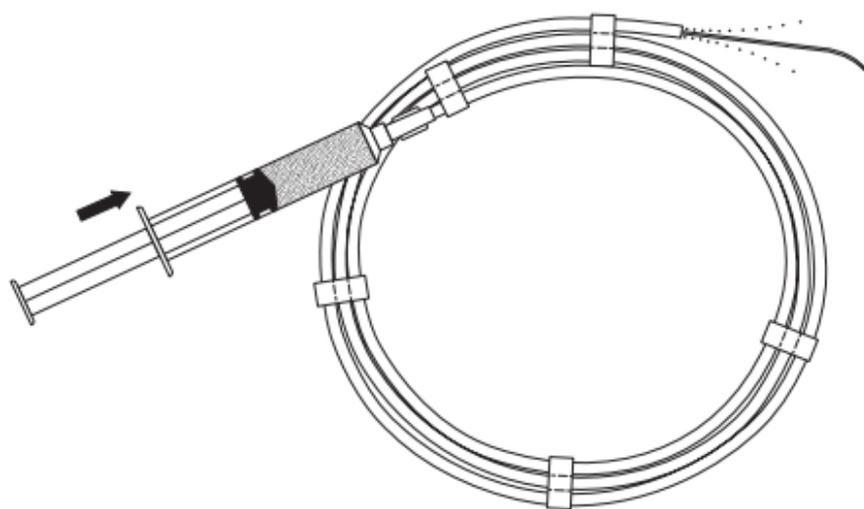

Fig. 1
2. Injicér tilstrækkelig opløsning til at fugte hele kateterlederoverfladen. (Fig. 1) Dette vil aktivere AQ-belægningen og gøre kateterlederoverfladen meget glat.